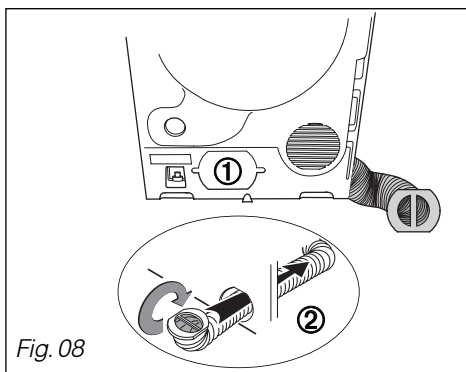

Fig. 08
– Sortie d'air latérale gauche (Fig.08)
- passez l'ensemble gaine et poignée à travers le panneau. Pour cela orientez la poignée (Fig. 08 ②).
- dégarez le cache (Fig. 08 ①) à l'aide d'une pince coupante et vérifiez qu'aucune bavure ne risque de blesser la gaine.